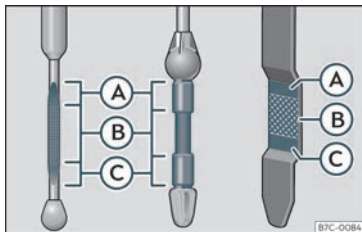

Fig. 204 Jauge d'huile moteur
- Puis retirez-la à nouveau et vérifiez le niveau d'huile » fig. 204. Faites l'appoint d'huile moteur si nécessaire.
- Dès que le niveau d'huile atteint la zone >>> fig. 204 (B), revissez soigneusement le bouchon de l'orifice de remplissage >>> ①.
Ne démarrez pas le moteur si le niveau d'huile se trouve au-dessus de la zone >>> fig. 204 (A). Risque d'endommagement du moteur et du catalyseur ! Prenez contact avec un atelier spécialisé.
Le niveau d'huile ne doit en aucun cas dépasser la zone >>> fig. 204 (A). Sinon, de l'huile risque d'être aspirée par l'aération